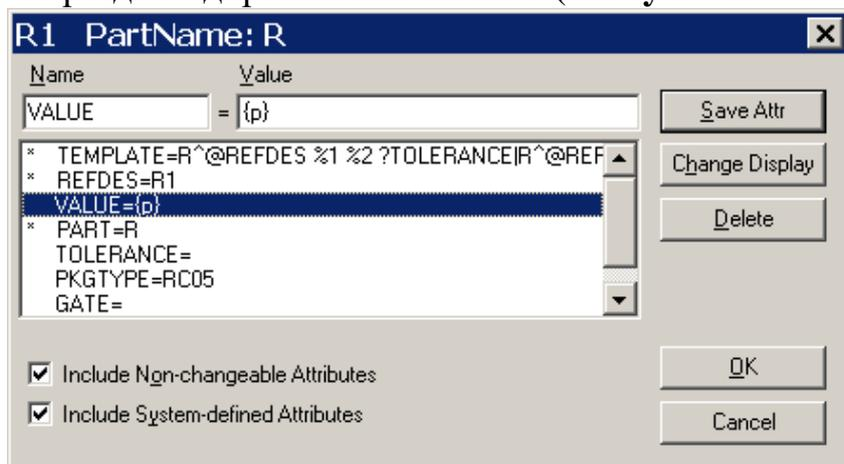
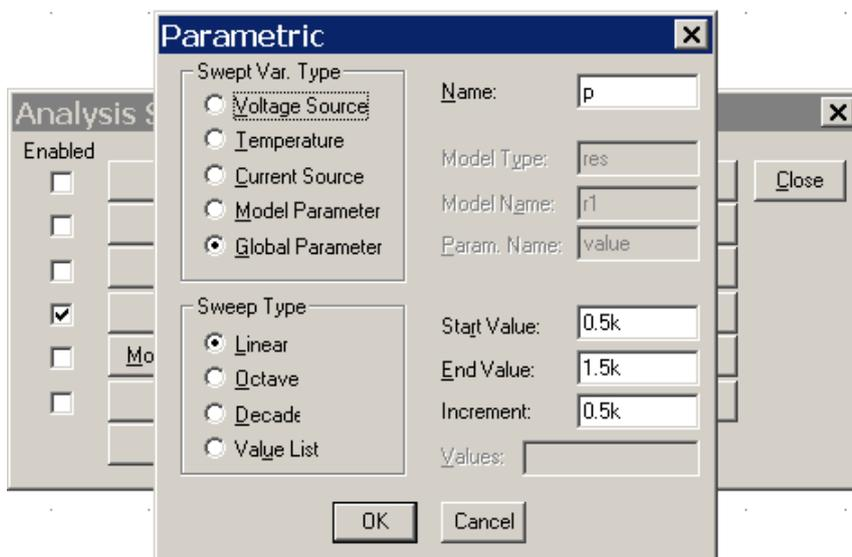

Рисунок 5.7 – Установление связи резистора R1 с глобальным параметром
Рисунок 5.8 – Настройка глобального параметра
5.4.4 Номинал резистора R1 связать с глобальным параметром (**рис. 5.7**). Вызвать окно настройки (**рис. 5.8**), задать диапазон (**Start Value**, **End Value**) и шаг изменения (**Increment**) параметра.